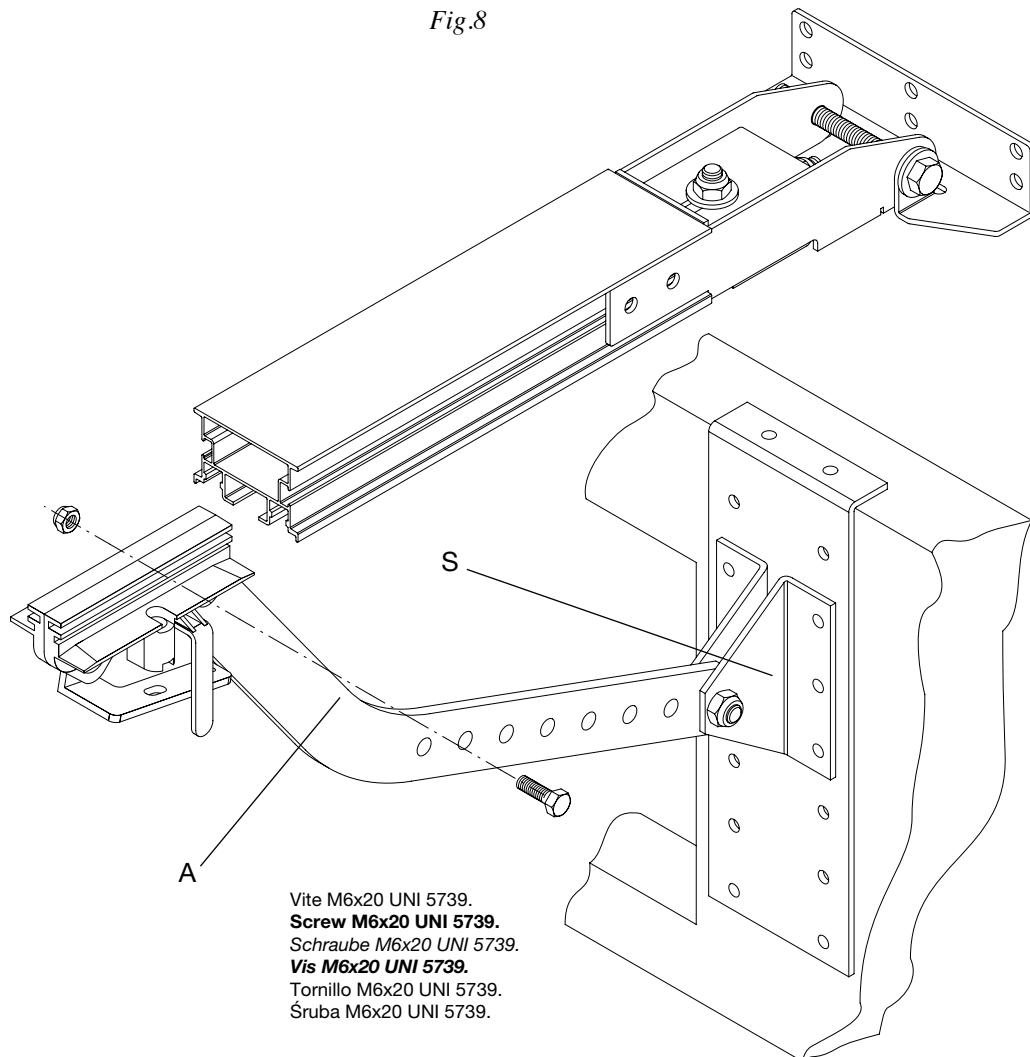

Fig.9
- Collegare l'asta di trascinamento A al pattino di trascinamento mediante la vite a testa esagonale M6x20 e dado autobloccante, evitando di bloccare l'asta stessa. Regolare l'altezza della staffa S in modo che, a porta chiusa, l'asta A sia in posizione pressoché verticale (Fig.9).
- Connect the dragging rod A to the dragging slide by using the hexagonal head screw M6x20 and self-locking nut. Avoid blocking the rod. Adjust the bracket S height so as to ensure that, when the door is closed, the rod A is almost vertically positioned (Fig.9).